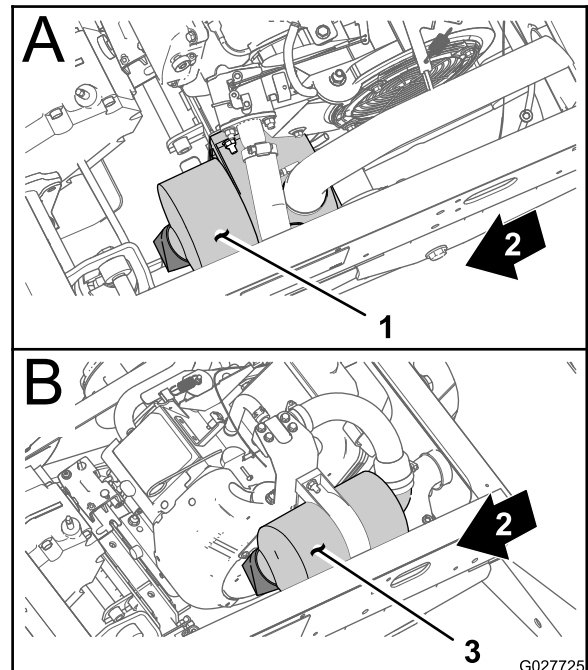
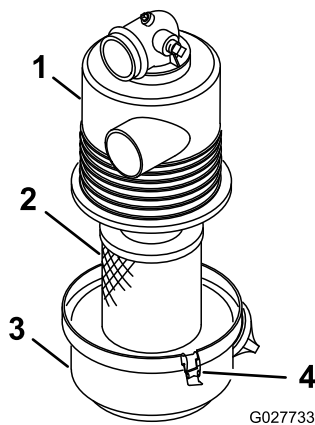

図 35
図 36
2. エアクリーナ本体にリーク原因となりそうな傷がないか点検してください。本体とカバーがシールでしっかり密着しているのを確認する (図 35 と 図 36)。
- エアフィルタのカバーをエアフィルタのハウジングに固定しているラッチを外す 図 36。
- ボディからカバーを外し、カバーの内部を清掃する 図 36。
- エアフィルタのハウジングにエレメントを取り付ける (図 36)。
- エアクリーナのカバーとハウジングを合わせる 図 36。
- カバーをハウジングにラッチで固定する (図 36)。